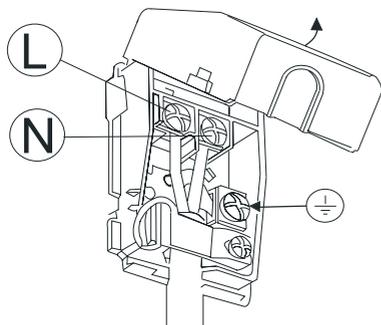

Рис. 5
- закрепите провода винтами по следующей цветовой схеме: синий (blue) — нейтраль (N); коричневый (brown) — фаза (L); зеленый & желтый (yellow-green) — заземление . Рис. 5.